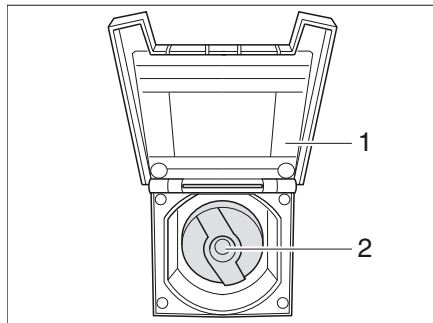

Fig. 144 Couvercle de fermeture pour bec de remplissage d'eau potable
- Ouvrir le clapet de fermeture (Fig. 144,1) vers le bec de remplissage d'eau potable.
- Insérer la clé dans le barillet (Fig. 144,2) et la tourner d'un quart de tour dans le sens inverse des aiguilles d'une montre.
- Fermer le clapet de fermeture (Fig. 144,1).
- Ouvrir le bec de remplissage d'eau potable (Fig. 144).